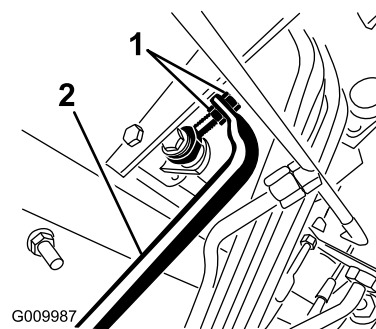

Рисунок 72
5. Отрегулируйте контргайки на торце штока насоса, переместив трубку управления насосом вперед, чтобы машина не «ползла» вперед, или назад, чтобы машина не «ползла» назад (Рисунок 72).